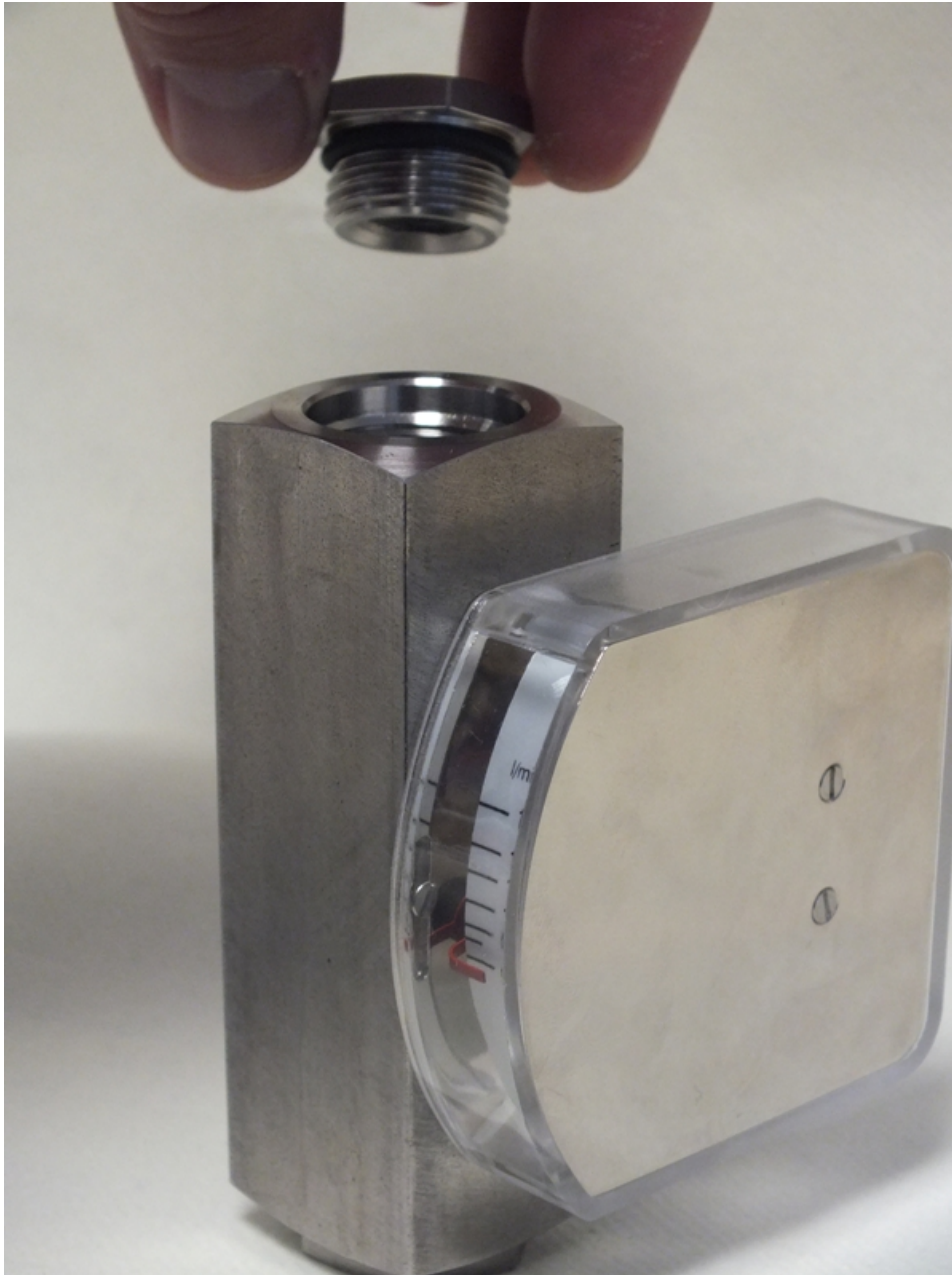

Abb. 43: Verschraubung (Ausgang) abnehmen
7. ➤ Verschraubung (Ausgang) herausdrehen und vom Gerätekörper nehmen (Abb. 43). Falls nötig, O-Ring von Verschraubung abnehmen.